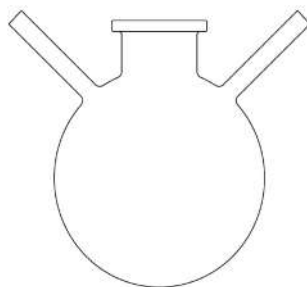

Рис. 32. Колба Келлера
16. **Колба Келлера** (рис. 32) — круглодонная колба с низким и широким горлом для введения различных приспособлений через резиновую пробку или без неё, а также с двумя отводными трубками по бокам.